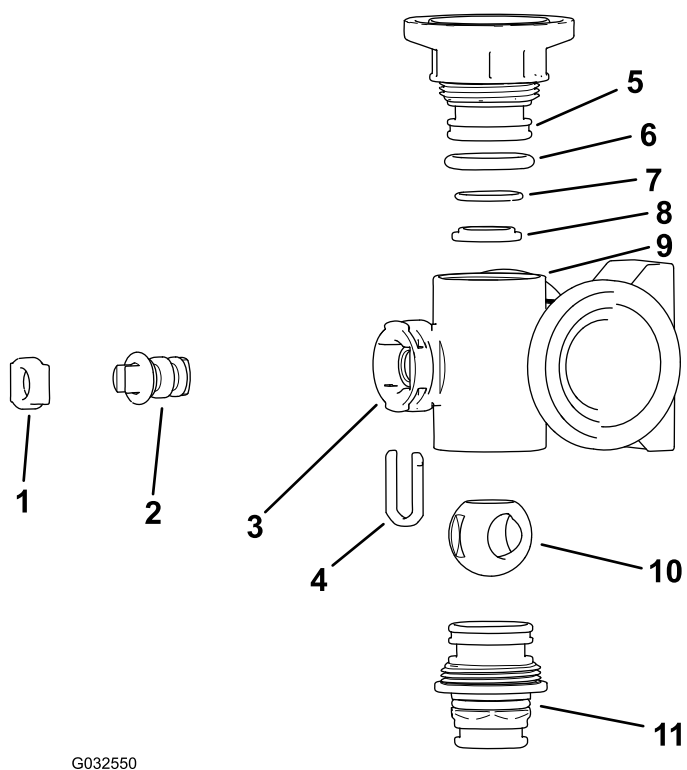
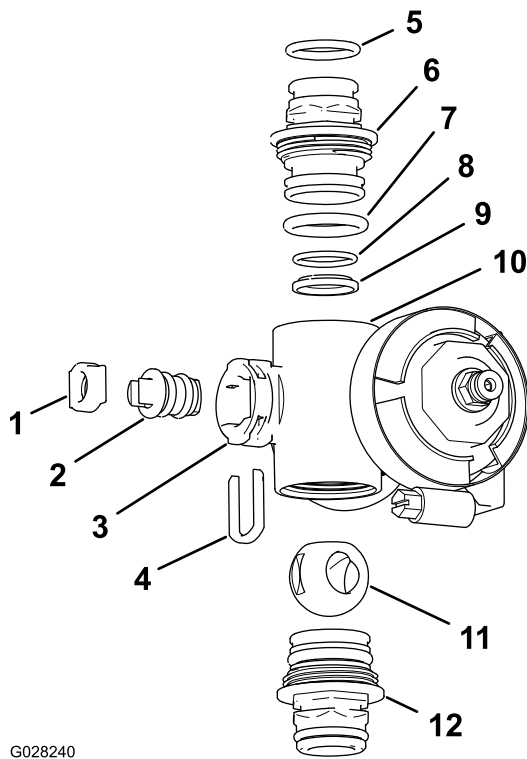

图 106
图 107
2. 从歧管体的两端拆下端盖接头组件和快速连接装置图 106 和图 107。
4. 从歧管阀杆口的插槽中取下阀杆卡环图 106 和图 107。
5. 从歧管中取下阀杆卡环和阀杆座图 106 和图 107。
6. 将手伸入歧管体并取出阀杆组件图 106 和图 107。
1. 检查出口接头 O 形圈仅限喷洒臂段阀歧管、端盖 O 形圈、反向固定 O 形圈和球阀座是否损坏或磨损图 106 和图 107。
2. 为阀杆涂抹润滑脂然后将其插入阀杆座图 106 和图 107。
3. 将阀杆插入歧管并放好然后使用阀杆卡环固定阀杆和阀杆座图 106 和图 107。
4. 确保反向固定 O 形圈和球阀座对齐并在端盖接头中放好图 106 和图 107
5. 将端盖接头总成安装到歧管体上直至端盖接头凸缘接触到歧管体然后再将端盖接头旋转 1/8 1/4 圈图 106 和图 107。